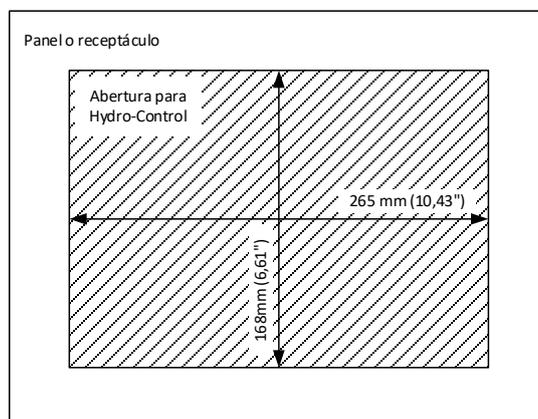

Figura 6: Recorte del panel para Hydro-Control
- Haga una abertura en el panel del tamaño correcto. Consulte la Figura 6 para obtener una plantilla.